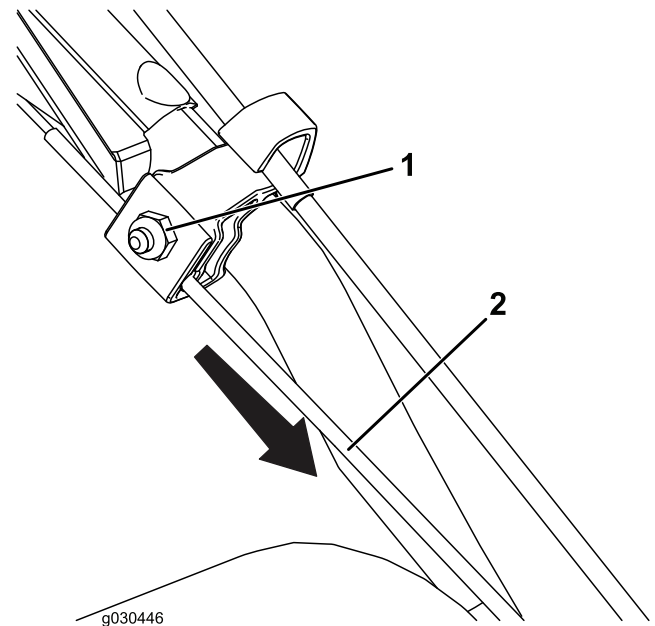

Figura26
1. Slăbiți piulia de pe clema de cablu superioară, însă nu o înlăturați (Figura26).
2. Trageți cablul în jos pentru a tensiona cablul (Figura26).
3. Strângeți piulia (Figura26).